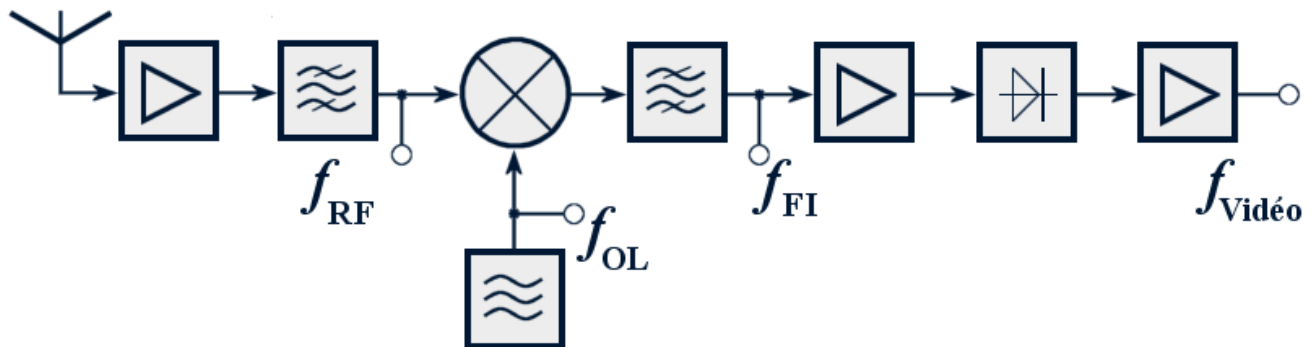

Figure 4 : Diagramme des composantes d'un récepteur superhétérodyne.
La Figure 4 montre le diagramme des composantes d'un récepteur superhétérodyne. Le signal de radiofréquences (RF) venant de l'antenne passe par un filtre qui ne laisse passer que la gamme de fréquences désirées. Le signal passe ensuite dans un mélangeur qui l'ajoute à une onde produite par un oscillateur local stable. Les deux signaux entrent en battement à une fréquence intermédiaire (FI) qui est la différence de fréquences entre les deux ondes, c'est le procédé de changement de fréquence, dit *hétérodyne*.